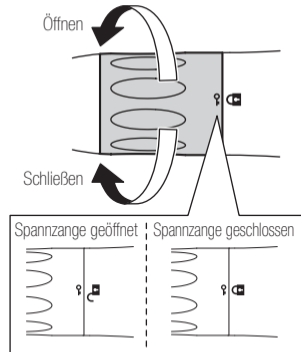

Abb. 2
- 1) Drehen Sie den Verschlussring in Richtung der Markierung "🔓", bis es klickt. (Abb.2)